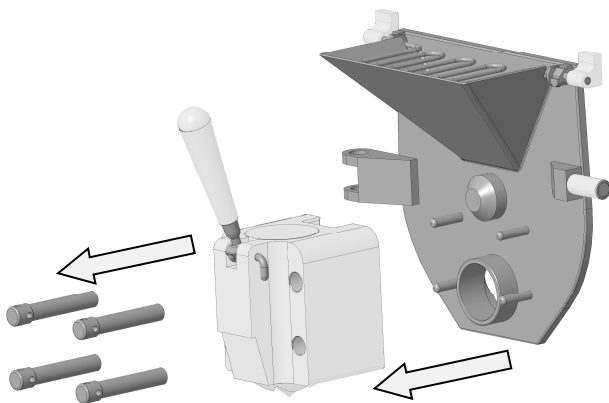

Fig.7
2. Rimuovere il portello erogatore (Fig.7).